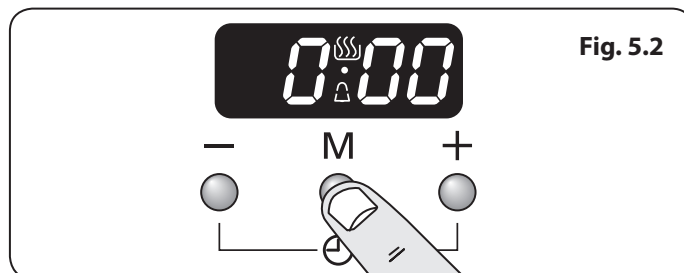
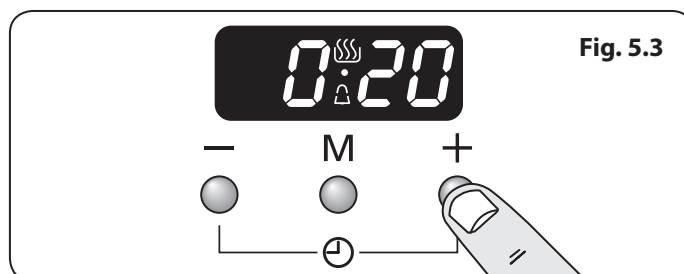

Fig. 5.2
Fig. 5.3
1. Appuyer sur le bouton mode [M] une fois (**Fig. 5.2**). Le symbole de la cloche [🔔] clignotera sur l'écran. Sélectionner le compte à rebours souhaité entre 00.01 h et 23.59 h à l'aide du bouton [+] (**Fig. 5.3**). Le compte à rebours débutera automatiquement et le symbole [🔔] s'affichera à l'écran.